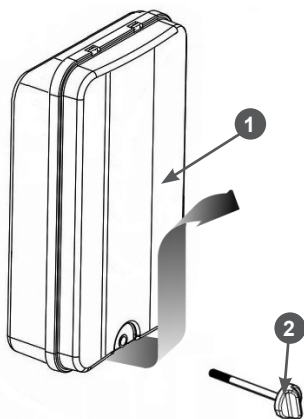

Рис. 15. Снятие крышки воздушного фильтра
1. Открутите винт 2 крепления крышки воздушного фильтра. Далее оттяните нижнюю часть крышки 1 воздушного фильтра на 2-3 см от корпуса воздушного фильтра, после чего подайте её вверх и снимите с корпуса (Рис. 15).